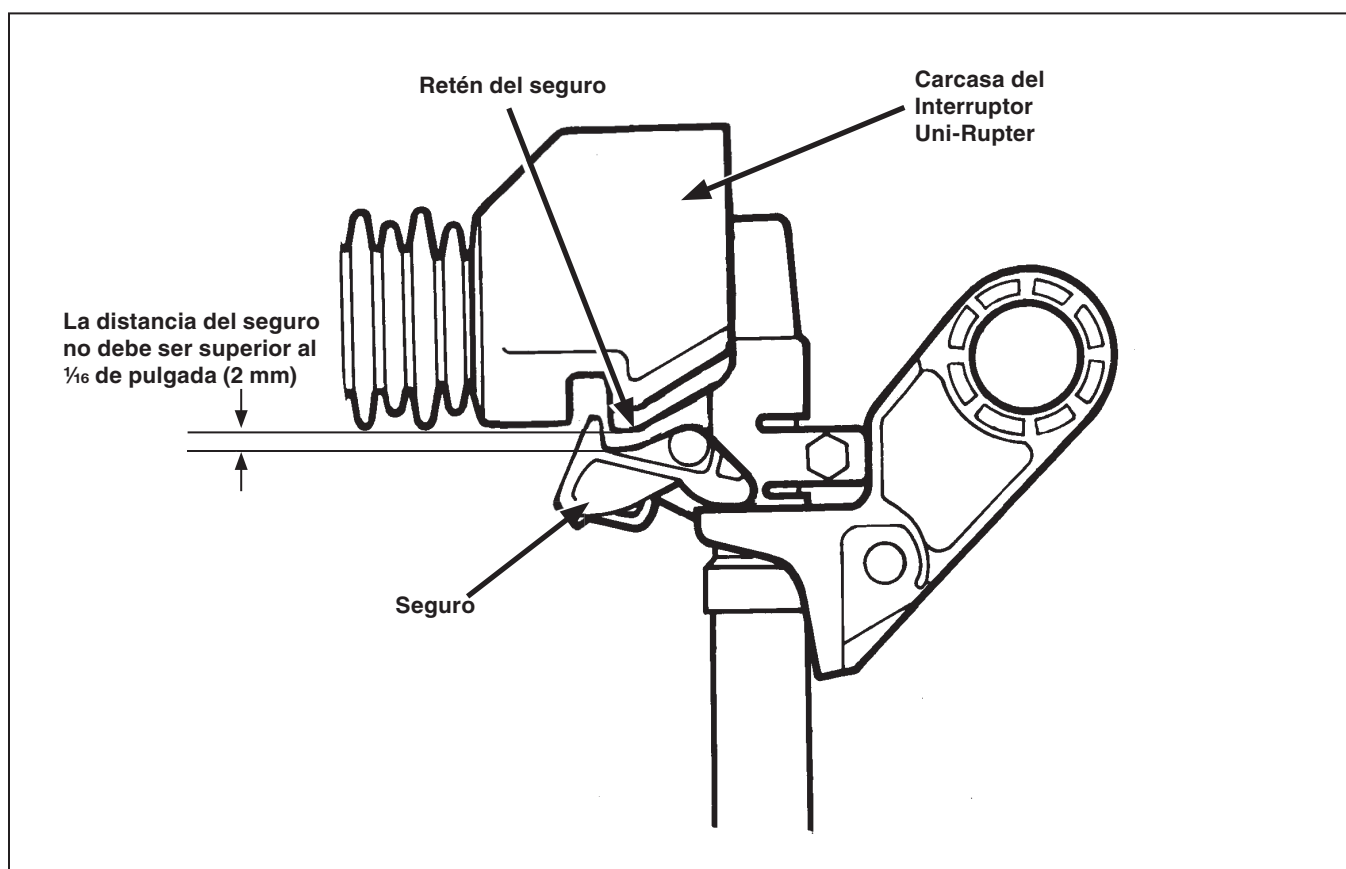

Figura 3. Sujeción correcta del seguro.
PASO 3. Utilizando una pértiga convencional (o bien, una Pértiga Universal de S&C que esté equipada con un gancho manipulador Grappler™● de S&C), haga funcionar el ensamble de la unidad fusible al moverlo de la posición de **Cerrado** a la posición de **Abierto** y de vuelta a la posición de cierre. Verifique para estar seguro que el ensamble de la unidad fusible se cierre por el centro (como se describe en el paso 2) y que no haya una distancia superior a 1/16 de pulgada (2 mm) entre el retén del seguro del Interruptor Uni-Rupter y el accesorio terminal superior mientras la unidad fusible se encuentra en la posición de **Cerrado**. Ver Figura 3. Observe que es necesario un estirón firme y estable realizado con una pértiga para abrir el ensamble de la unidad fusible.